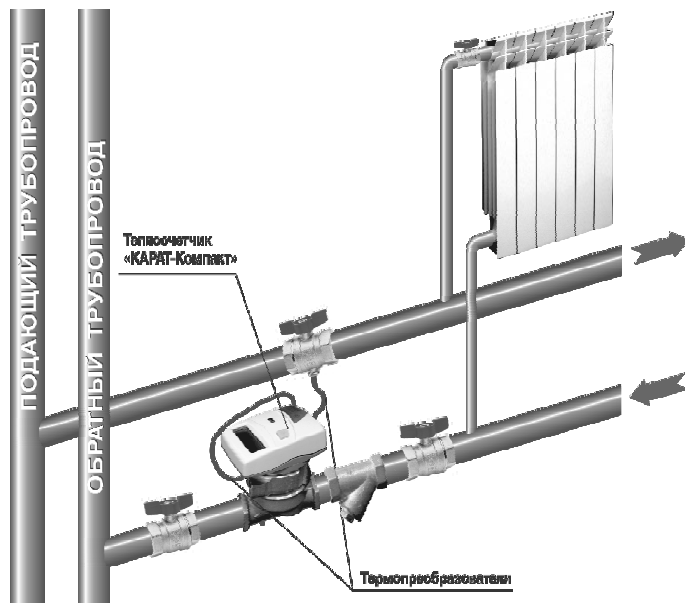

Рисунок 4.2 – Схема монтажа теплосчетчика КАРАТ®-Компакт в обратный трубопровод с установкой термопреобразователя в шаровый кран
- в специальный шаровый кран с отверстием под термопреобразователь (рис. 4.2).